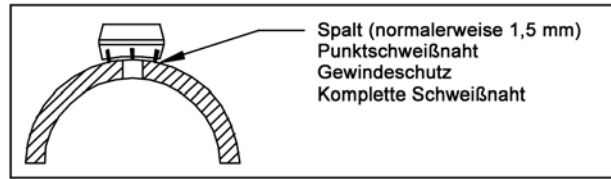

Abbildung 4. Schweißspalt
- Fixieren Sie unter Beachtung eines angemessenen Schweißspalts (typisch: 1,5 mm) den Befestigungsflansch mit einem Schweißpunkt in der richtigen Position (siehe Abbildung 4).